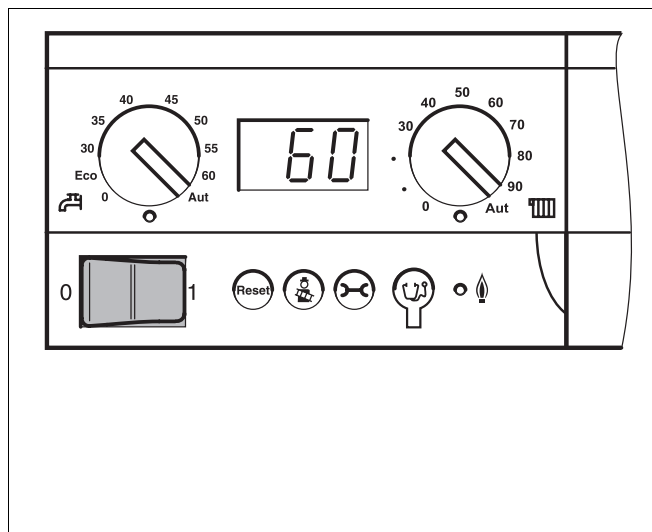

Fig. 6 Dispositivo di controllo base Logamatic BC10
- Accendere l'interruttore d'esercizio (fig. 6) del dispositivo di controllo base, portandolo in posizione "1" (On). Il dispositivo di controllo verifica lo stato attuale dell'impianto ed eventualmente attiva il bruciatore.